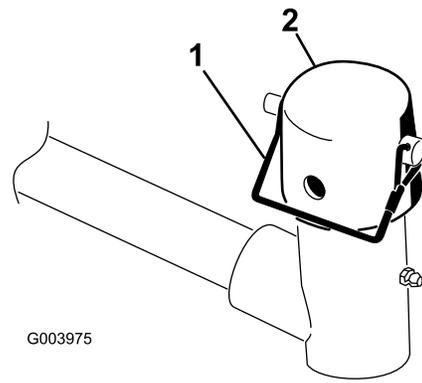

Figura 9
7. Retire el pasador de seguridad y el tapón de la horquilla de pivote del brazo de elevación (Figura 9).
11. Coloque el tapón sobre el eje del bastidor de tiro y la horquilla del brazo de elevación. Utilice la ranura si se desea una unidad de corte dirigida, y utilice el taladro si la unidad de corte va a quedar bloqueada en una posición fija (Figura 9).